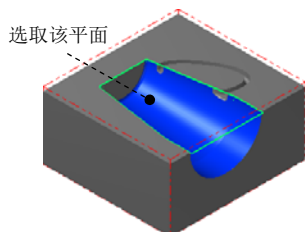

图 21.40 选取加工面
(1) 在图形区中选取图 21.40 所示的面 (共 4 个面), 然后按 Enter 键, 系统弹出“刀具路径的曲面选取”对话框。